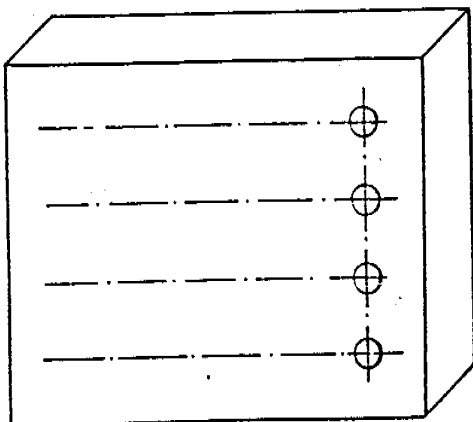

Fig. 9-6
2.4. Repetición.—Taladrar con la misma broca los tres agujeros restantes de la 1.^a columna (fig. 9.6).